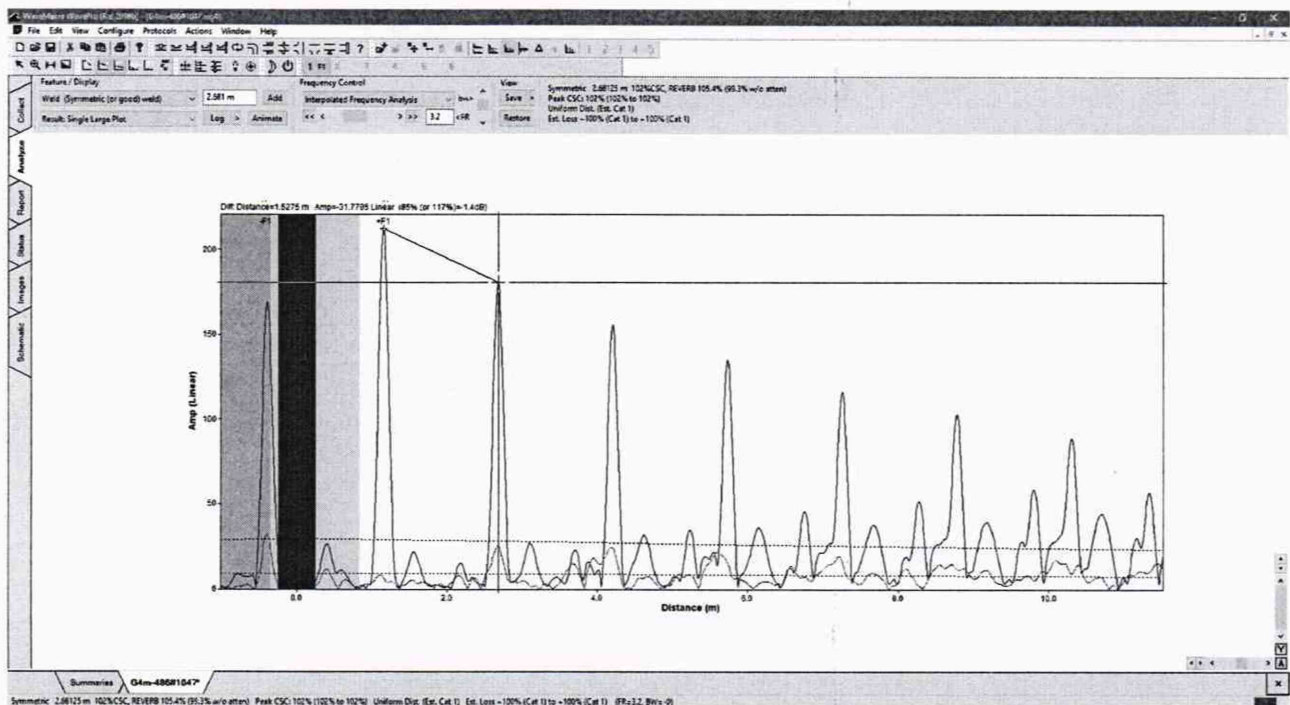

Рисунок 5
8.4.1.7 Измерить расстояние от места установки кольца с преобразователями до сигнала от ближнего торца трубы (слева от точки ноль на графике, рисунок 5) $L_{бизм}$, мм, нажав курсором на соответствующий сигнал. Измерения выполнить три раза. Вычислить среднее арифметическое значение по трем измерениям.